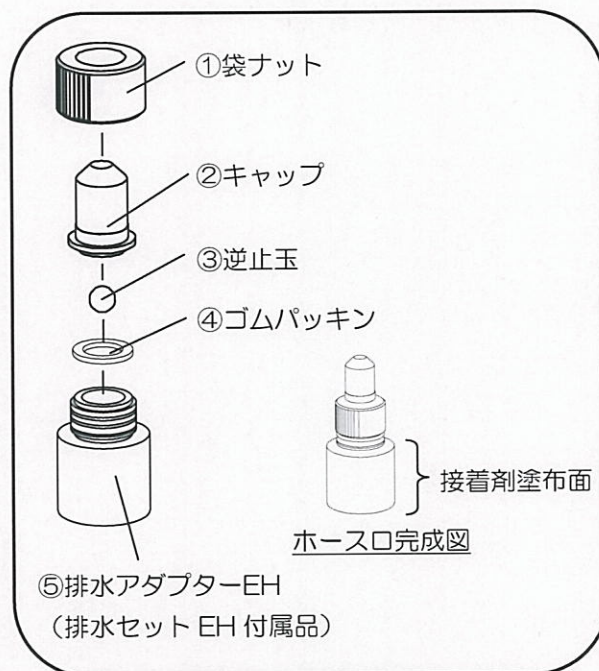
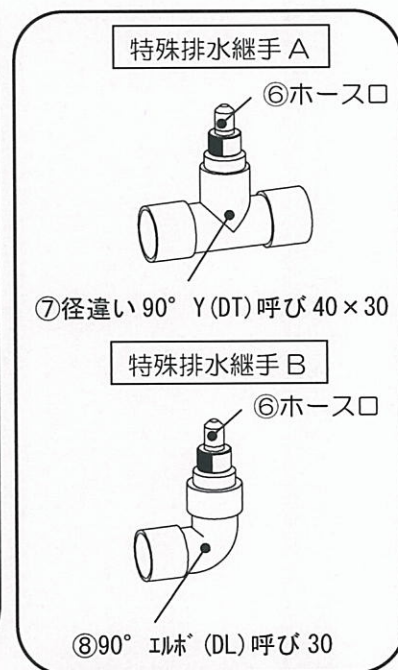

図2
図3
2. ②キャップの中へ③逆止玉を入れて、①袋ナット、④ゴムパッキン、⑤排水アダプター-EH を取り付けホース口を作ります。(図2参照)
3. 特殊排水継手 A の場合は、事前に準備した⑦径違い 90° Y (DT) 呼び 40×30 に⑥ホース口を接着します。
特殊排水継手 B の場合は、事前に準備した⑧90° 1/2" (DL) 呼び 30 に⑥ホース口を接着します。(図3参照)